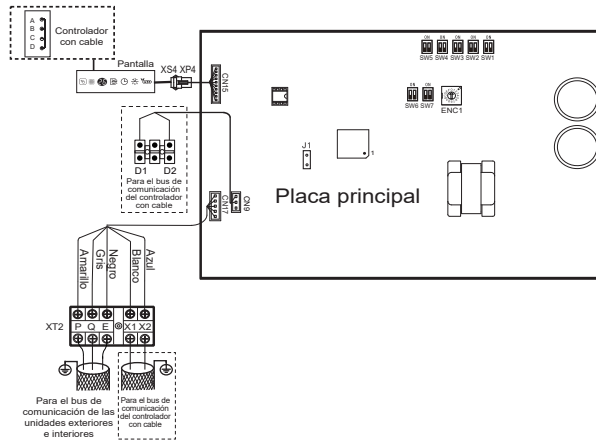

Figura 33
- Los puertos X1, X2, D1, D2 a los lados de la placa de control principal y el puerto de comunicación unidireccional (lado de la placa de visualización) son para diferentes tipos de controladores con cable (vea la Figura 33).